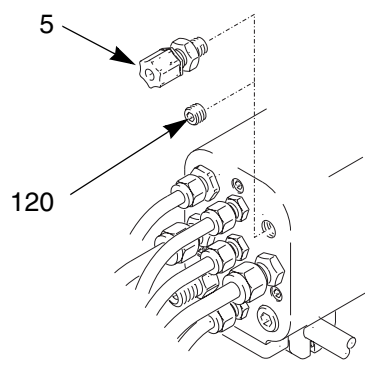

Abb. 6. Lichtwellenleiterfitting
1. Den Stopfen (120) aus der Lichtwellenleiteröffnung nehmen und den Lichtwellenleiterfitting (5, im Lieferumfang der Pistole separat enthalten) einbauen. Siehe Abb. 6.